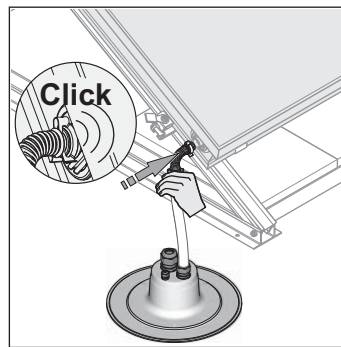

Figura 3-28 Introducir el arco de conexión del
8. Colocar el arco de conexión del colector en el tubo de conexión del colector hasta que encajen las garras de retención (figura 3-28).